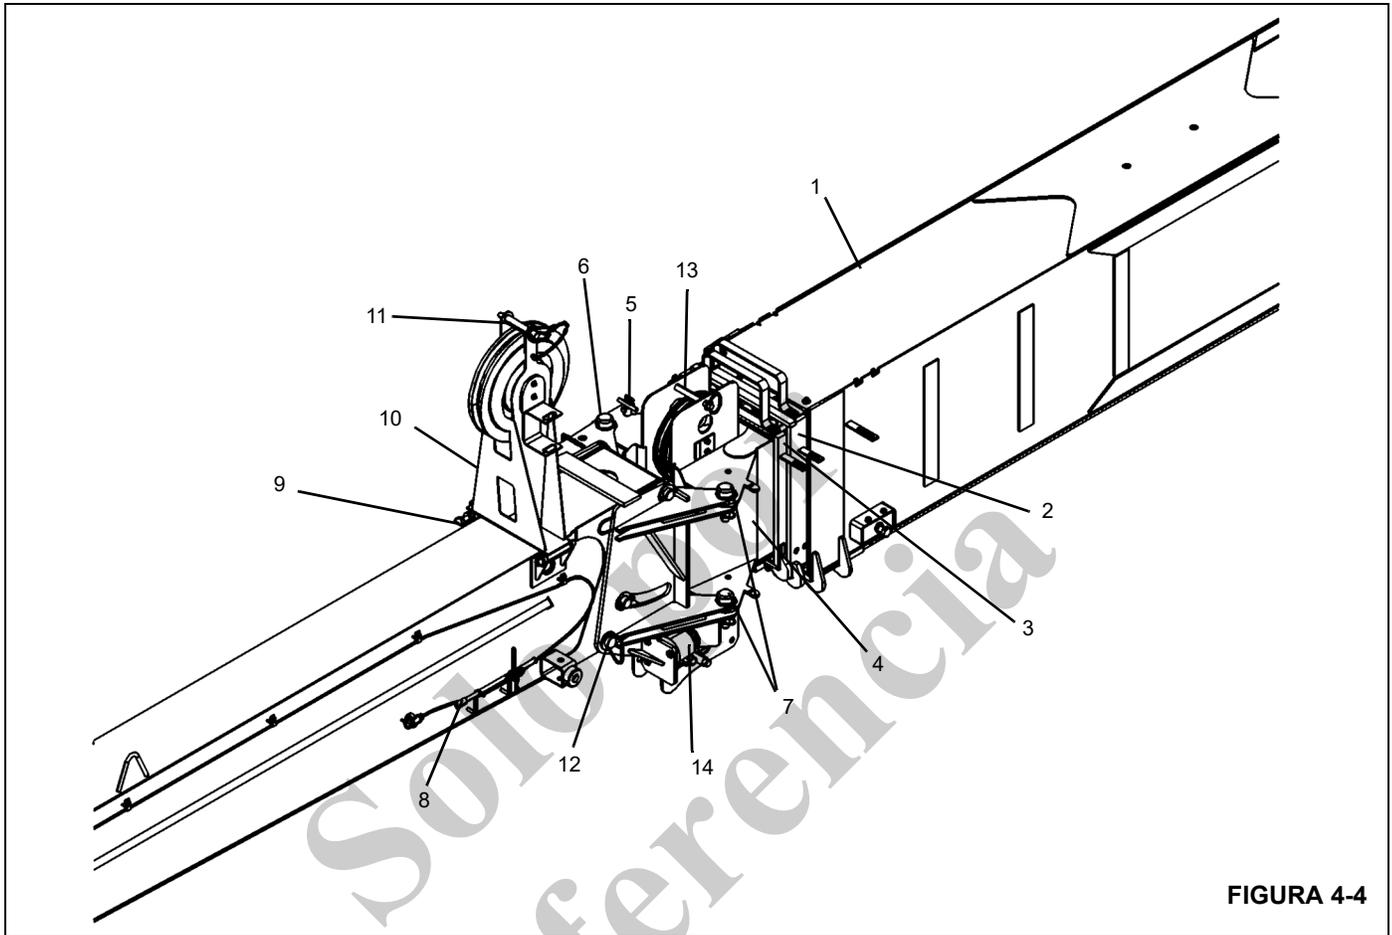

FIGURA 4-4
- a. Quite la manija del gato (8, Figura 4-4) de la escuadra de almacenamiento de la pluma y compruebe que la válvula de liberación del gato esté cerrada.
7. Saque las pinzas de resorte de los pasadores de fijación izquierdos (7, Figura 4-3 y Figura 4-4) de las orejetas superior e inferior del plumín.
9. Saque los pasadores de fijación izquierdos (7, Figura 4-3 y Figura 4-4) de las orejetas superior e inferior del plumín. No retire los pasadores de fijación derechos (6) por el momento. Los pasadores de fijación derechos (6) se utilizarán como punto de pivote para girar el plumín a la posición de almacenamiento. Podría ser necesario martillar los pasadores levemente para sacarlos.
El conjunto del mástil (10, Figura 4-4) debe colocarse encima de la sección de base antes de intentar descentrar la sección articulada a la posición de 30 grados. Al no hacerlo se puede dañar el mástil y/o el adaptador de la sección articulada.